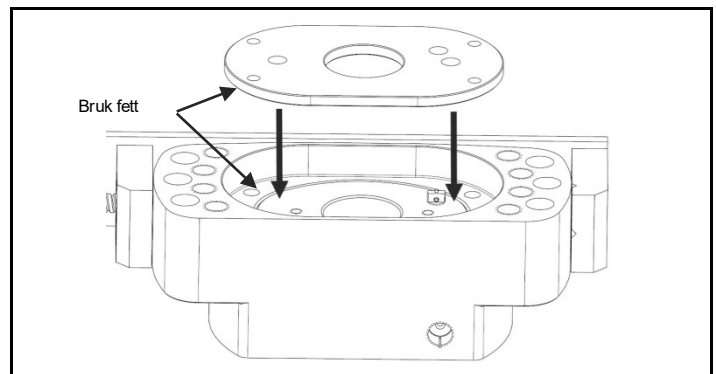
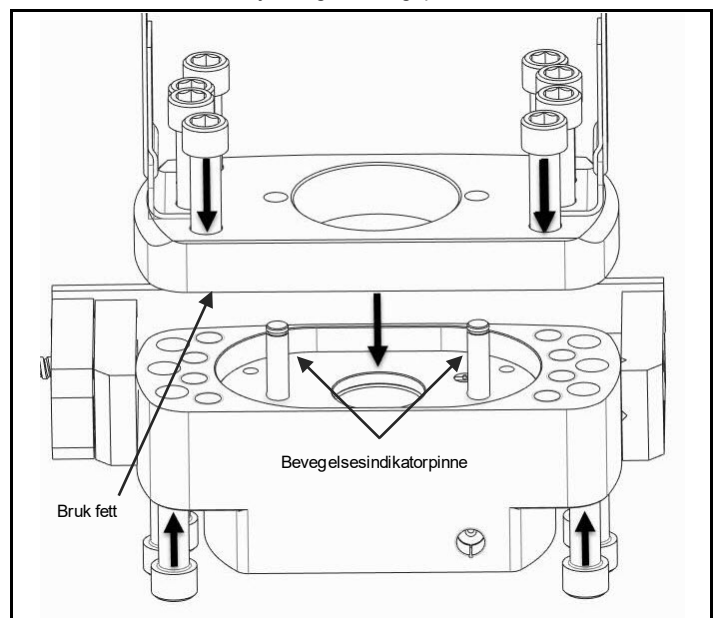

Fig. 4.10 Påfør fett, sett inn avlastningsventil, sikre under fjærbegrensningsplate
Fig. 4.11 Påfør fett, sett inn bevegelsesindikatorpinne, fest begrensingsplate til kroppen
b) Sørg for at innrettingen av avlastningsventilfeste og bevegelsesindikatorpinne bevares under montering. (Fig. 4.10/ Fig. 4.11)
Fjern kompresjonsfjæren og deretter pipen. (Fig. 4.10)
Pass på at alle broenhetens deler er rengjort og tørket, og fri for olje og fett. Før påføring av nytt fett, kontrolleres det at alle deler passer og kan settes sammen. (Fig. 4.11)
Smør lett på utsiden av tannhylsen og sett den inn i broboringen fra toppen av broen, fulgt av kompresjonsfjæren på toppen av pipen. (Fig. 4.11)